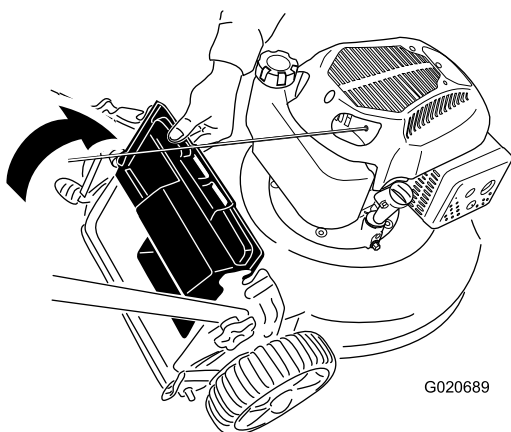

Рисунок 20
2. Поднимите и удерживайте задний отражатель (Рисунок 20).